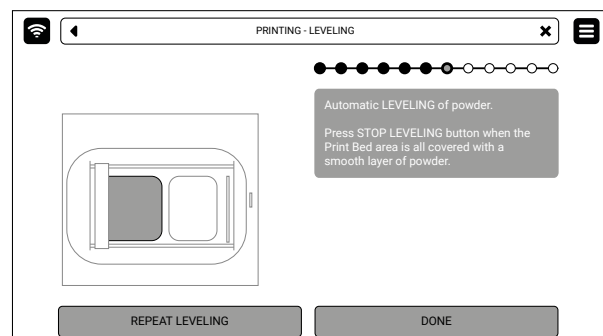

Abb. 6.9 Wiederhole den Nivellierungsvorgang oder fahre fort.
3. Drücke **STOP LEVELING**, wenn die Oberfläche des Pulvers in der Druckkammer glatt ist, oder warte, bis der Recoater den Vorgang von selbst beendet. Du kannst den Vorgang wiederholen, indem Du **REPEAT LEVELING** drückst. Drücke auf **DONE** (Abb. 6.9).